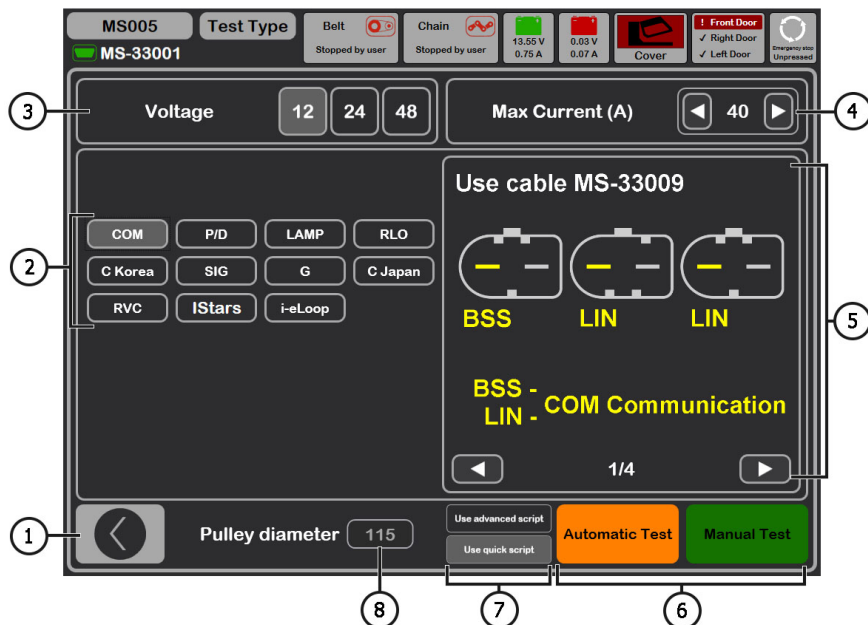

Рисунок 22. Меню выбора типа диагностируемого генератора
При активации режима диагностики генераторов открывается меню выбора типа диагностируемого генератора (рис. 22), которое содержит:
- 7 – Управление нагрузкой на генератор, величина задаётся в процентах от установленной величины в меню рис. 22 поз. 4.
«Pulley RPM» – частота вращения на шкиве генератора, если не указан размер шкива в меню рис. 22 поз. 8, то показывается значение оборотов привода.